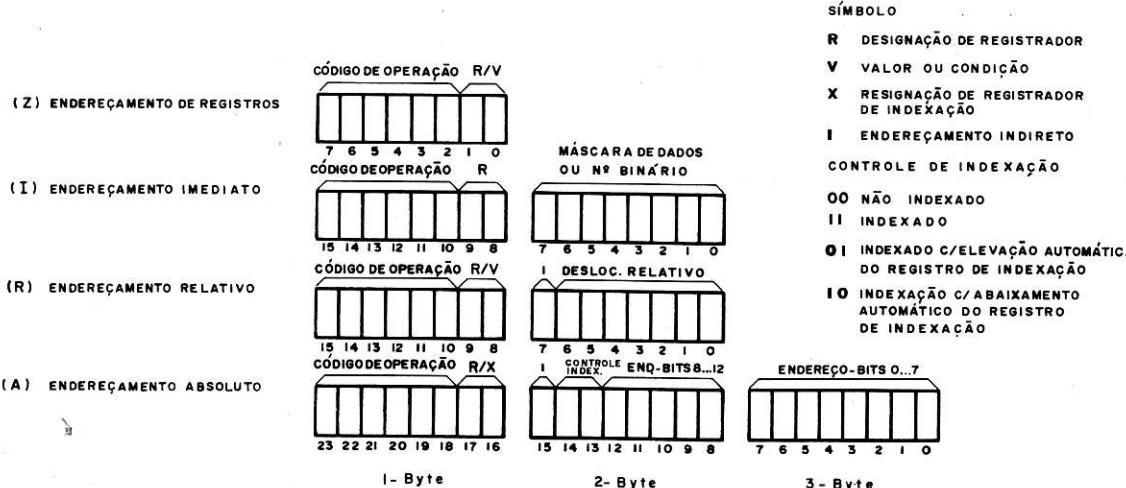

Figura 6
Não nos deteremos aqui em analisar os diferentes significados destas instruções, contentando-nos com a constatação de que os formatos para execução de instruções e endereçamento se diferenciam pela quantidade de bytes de instruções e pelo significado das informações que contêm. Através de Z, I, R e A determina-se qual das espécies de endereçamento indicadas na figura 6 deverá ser empregada. Como exemplo explicamos a execução da instrução LODA ("carga absoluta").
O código de operação ocupa os 6 primeiros bits do primeiro byte de instruções. Por essa razão, os campos correspondentes dos seis formatos de instruções indicados na figura 6 são conhecidos como campos do código de operação. Os 6 bits do código de operação exprimem a instrução mnemônica LODA através da instrução de máquina 000 011. Eles contêm as indicações (a) e (b) já mencionadas anteriormente, pois um exame mais minucioso da tabela de instruções revela que os 4 primeiros bits do código de operação exprimem o tipo de instrução (LOD, STR, ADD, SUB, etc.), enquanto os dois últimos designam o tipo de endereçamento (Z, I, R, A). A indicação A (endereçamento absoluto) caracterizada por 11 nos dois últimos bits do código de operação contém, para o processador, a informação de que se seguem outras indicações sobre o tipo específico de endereçamento (direto, indireto, indexação).
A indicação (c) da instrução LODA é encontrada pelo micro-processador nos dois últimos bits do primeiro byte de instrução. São os campos designados com R/X da figura 6, linha (A). Neste tipo de instrução o R indica um dos 4 registradores de 8 bits ( $R_0, R_1, R_2, R_3$  ou  $R'_0, R'_1, R'_2, R'_3$ ) — figura 2, onde a palavra de dado